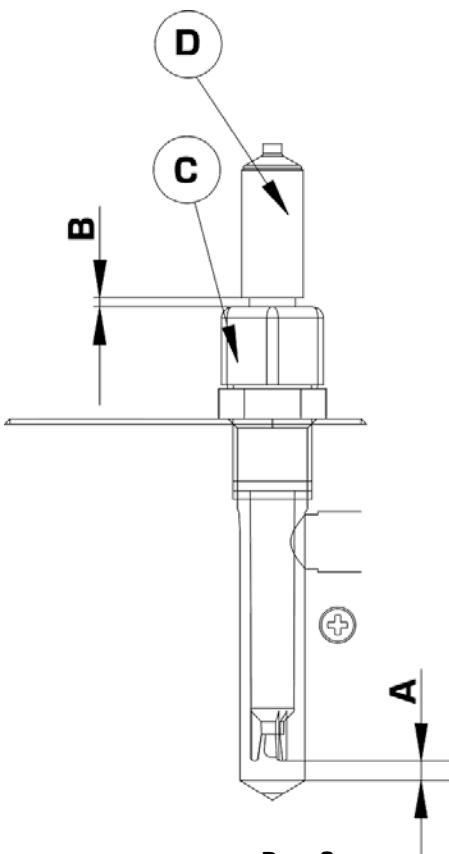

Рис. 8
- Установите датчик pH (из комплекта поставки) в держатель датчиков (измерительную кювету), согласно **Рис. 8**, а именно: